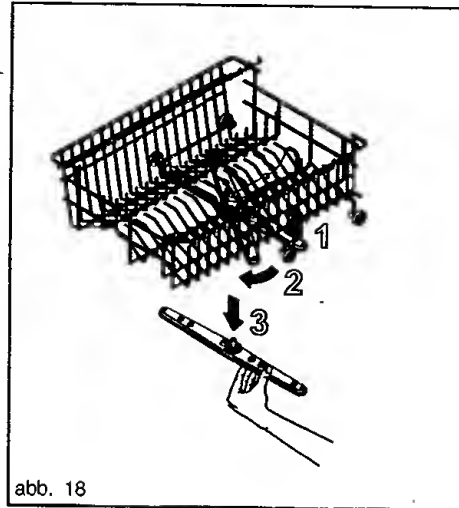

abb. 18
**Reinigung des oberen Sprüharms...** zum Herausnehmen den Sprüharm nach oben drücken und gegen den Uhrzeigersinn herausschrauben (Abb. 18).